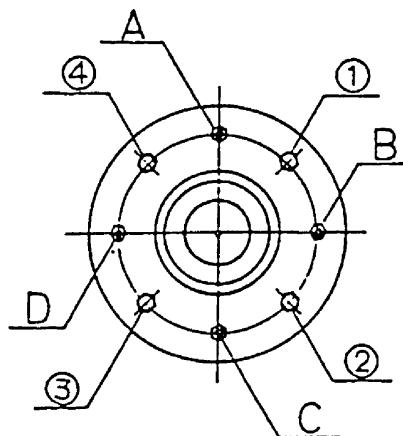

図 9-7
### 9.3.5 ドラムの芯出し調整(図 9-7)
- ・ 主軸ベアリングケースを止めている取付けボルト及びナット 4箇所(A～D)と、調整ボルト及びナット 4箇所(①～④)で調整します。(図 9-7)
- ・ 例えば、ドラムの口金を機械正面より見て右に寄せたい場合、③,④と A,C,D のナットを少し緩め、③,④のボルトをドラムの口金を見ながら締め込みます。
- ・ 調整が終わったら、③,④と A,C,D のナットを締め込みます。
後方へ抜いてください。(図 9-7)